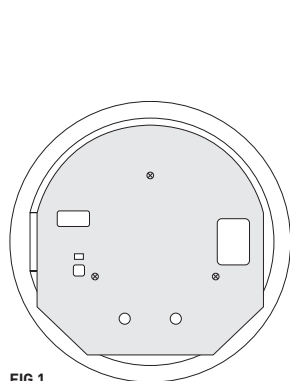

FIG 1
4. Remove the three screws retaining the PCB (see Fig 1.), lift PCB and carefully twist clockwise to access the battery.
4. Retirez les trois vis retenant le PCB (voir Fig. 1), soulevez le PCB et tournez soigneusement dans le sens des aiguilles d'une montre pour accéder à la batterie.
4. Entfernen Sie die drei Schrauben, mit der die Leiterplatte befestigt ist (siehe Abb. 1), heben Sie die Leiterplatte und drehen Sie sie vorsichtig im Uhrzeigersinn, um an die Batterie zu kommen.